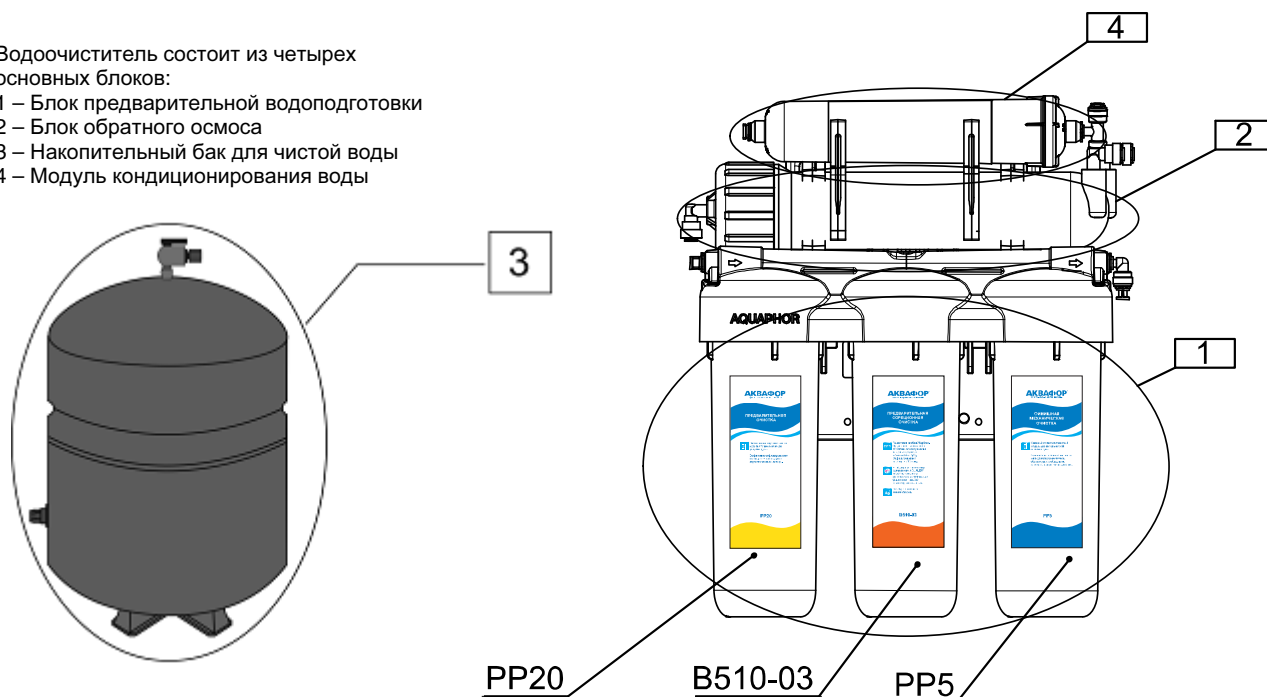

Рисунок 1. Блоки водоочистителя
1. Блок обратного осмоса в сборе (Рис. 1, поз. 2)
4. Блок предварительной водоподготовки (Рис.1, поз.1):
5. Модуль кондиционирования воды Аквафор (Рис. 1, поз. 4):	1 шт.